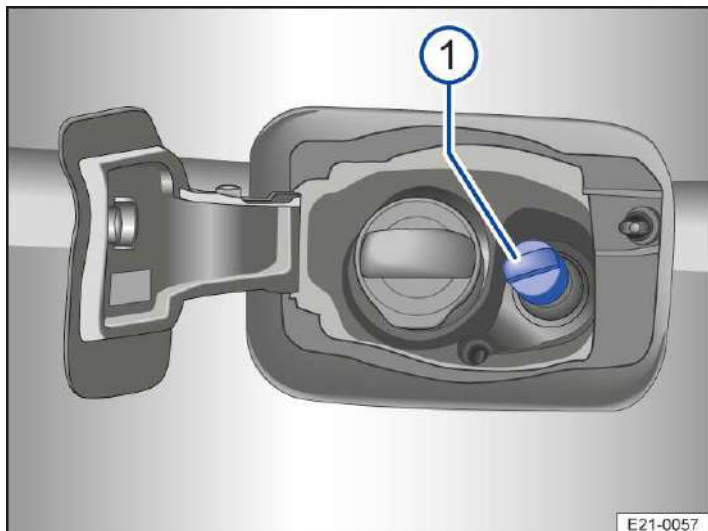

Abb. 1 Hinter der Tankklappe:
Der AdBlue®-Einfüllstutzen befindet sich hinter der Tankklappe neben dem Tankeinfüllstutzen für Kraftstoff → *Abb. 1* ①.